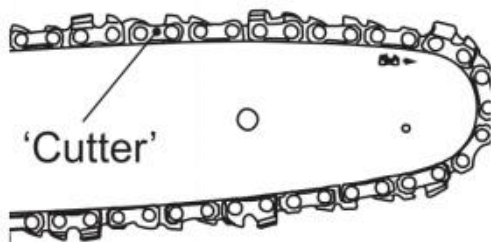

Fig. 8
4) Sprid ut sågkedjan (C12) med kedjans skärkanter pekade i rotationsriktningen. Skjut in sågkedjan (C12) i spåret runt svärdet (C13). Se till att sågkedjan (C12) är installerad i korrekt rotationsriktning. (Fig. 8)